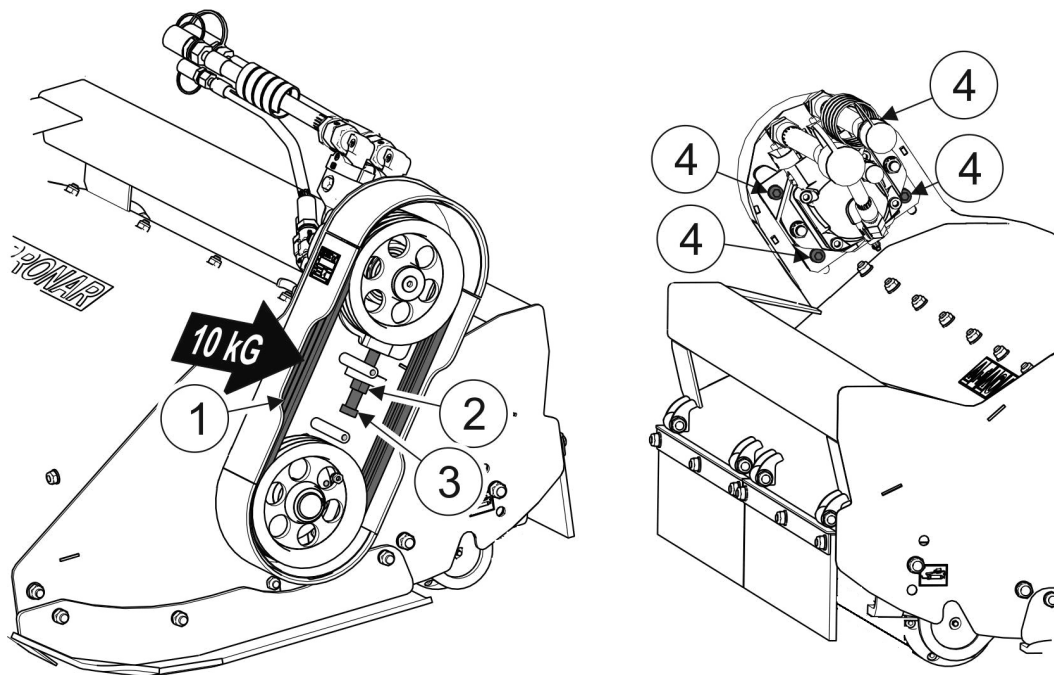

РИСУНОК 5.4 Контроль и регулирование натяжения клиновых ремней
Контроль клиновых ремней (РИСУНОК 5.4) сводится к проверке их натяжения. Прогиб клиновых ремней, измеренный между ременными шкивами передачи под воздействием силы 10 кГ, не должен превышать 5 мм. Натяжение ремня можно регулировать при помощи болта (3) натяжителя. С целью регулировки натяжения ремней необходимо ослабить контргайку (2) и болты (4) крепления кронштейна гидравлического двигателя. По окончании регулирования натяжения ремней при помощи болта (3) необходимо затянуть гайку (2) и болты (4). В случае повреждения одного ремня рекомендуется заменять весь комплект ремней. В системе переноса привода имеется 4 шт. ремней SPA-1257. Чтобы заменить клиновые ремни, необходимо ослабить болты (4) крепления кронштейна гидравлического двигателя и передвигать гидравлический двигатель вместе с ременным шкивом при помощи регулировочного болта (3) вниз до того момента, когда можно будет снять клиновые ремни с ременного шкива.